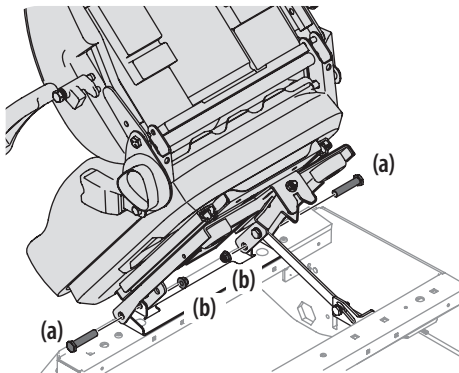

Figure 2-7
1. Retirez les deux écrous autobloquants à bride (b) et les boulons à épaulement (a) du sac contenant le manuel. Voir Figure 2-7.
2. Faites basculer le siège vers l'arrière en position de conduite, puis fixez le siège. Voir Figure 2-7.